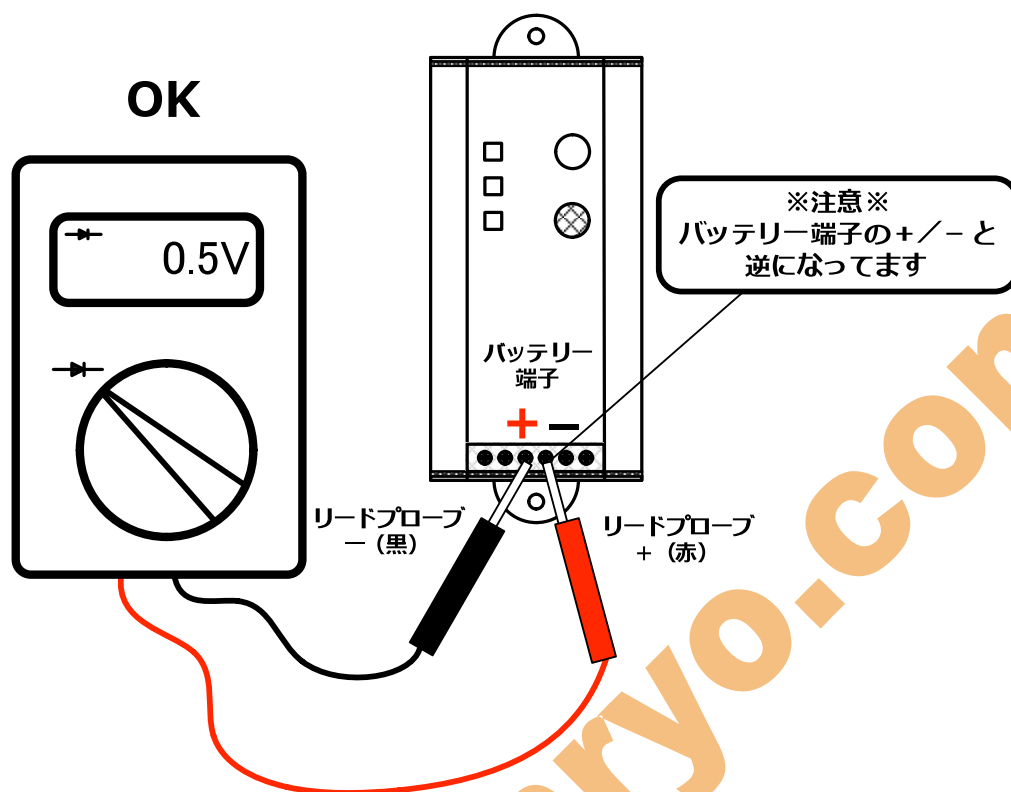

図1：ヒューズ確認方法
- (1) デジタルマルチメーターをダイオード測定モードにしてください。
- (2) デジタルマルチメーターのプラス（+）側のプローブを SolarAmp mini のバッテリー端子のマイナス（-）側に当ててください。
- (3) デジタルマルチメーターのマイナス（-）側のプローブを SolarAmp mini のバッテリー端子のプラス（+）側に当ててください。
- (4) 図1の様にヒューズが正常（切断していない）であれば 0.4～0.5V 程度のダイオード順方向電圧が測定できます。ヒューズが切断されていた場合この電圧が測定できません。（解放時と同じ状態になります）